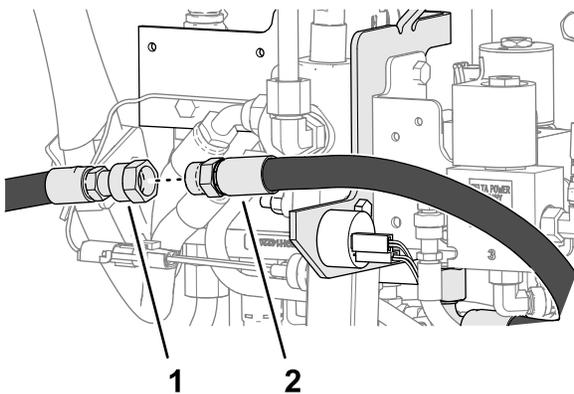

Figura 26
2. Montate il raccordo diritto del flessibile da 41,9 cm al raccordo del flessibile che avete contrassegnato con la scritta "Pompa" (Figura 26).